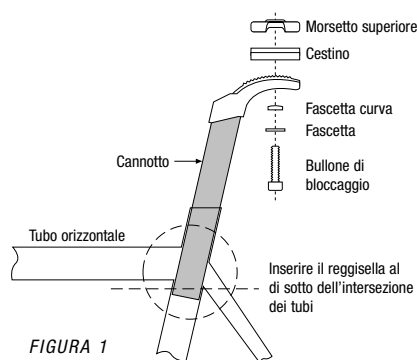

FIGURA 1
- Inserire il reggisella nel tubo verticale per un **MINIMO** di 70 mm per garantirne la durata ottimale. Molti telai, tuttavia, richiedono una profondità di inserimento superiore. Il reggisella deve essere inserito abbastanza in profondità nel telaio per garantire che la sua parte inferiore si estenda oltre l'estremità inferiore del tubo orizzontale (vedere Figura 1).